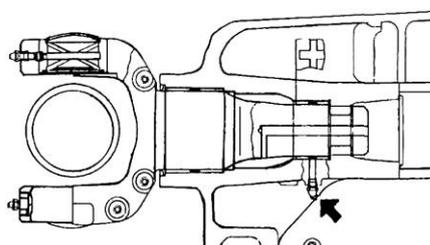

Рис. 6-9
- 6. Смазать седло цилиндра (СД22С) (см. Рис. 6-9) 1 часть